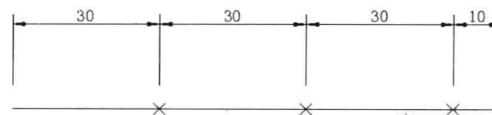

图 3-6-4
(1) 单击“直线”按钮 $/$ ，单击，输入“@100, 0”，按两次 Enter 键，绘制直线。
(2) 选择菜单命令“绘图 / 点 / 定距等分”或单击“定距等分”按钮 \wedge ，单击直线。
(3) 命令行提示“指定线段长度或 [块 (B)]”，输入“30”，按 Enter 键，在直线上创建多个等距离点对象，两点之间距离为 30，只有最后一段小于 30，如图 3-6-4 所示。